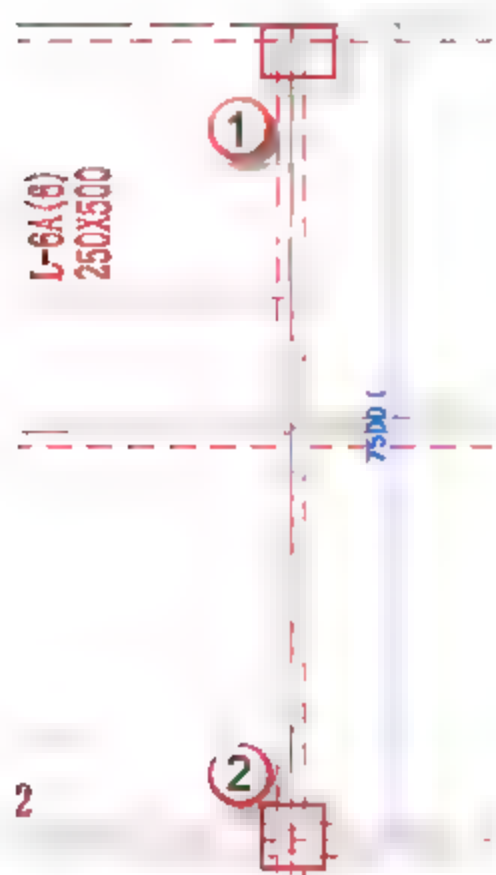

图 4.2.96 绘制 L-6A
(21) 绘制矩形框架梁 L-6A, 按快捷键 **B+M**, 放置平面为“标高 2”平面视图, 先单击起始柱的中心为起点, 后单击终止柱的中心为终点, 如图 4.2.96 所示。